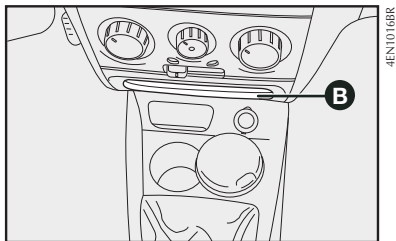

fig. 70
- na parte central do painel **B-fig. 70**;